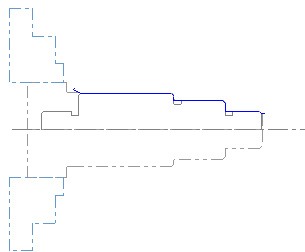

图 18.7 刀具路径
(1) 在“车床-精车 属性”对话框中单击 **精车参数** 选项卡，然后单击 **L 进/退刀向量** 按钮，系统弹出“进退/刀设置”对话框。
(2) 在“进退/刀设置”对话框中单击 **引出** 选项卡，选中 **增加线段** 复选框并单击该按钮，此时系统弹出“New Contour Line”对话框。
(3) 在“New Contour Line”对话框中的 **Length:** 文本框中输入 5，在 **Angle:** 文本框中输入 180，然后单击两次 **✓** 按钮。
Step6. 单击“车床-精车 属性”对话框中的 **✓** 按钮，完成精车参数的设置，此时系统将自动生成图 18.7 所示的刀具路径。